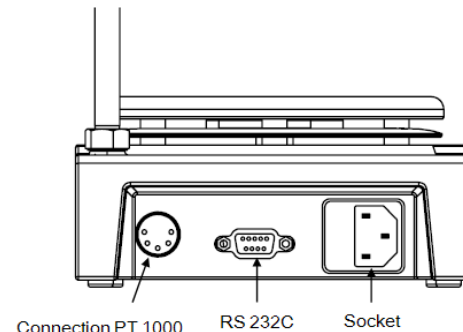

Abbildung 8
- Die Funktionen der Schnittstellenleitungen zwischen dem Laborgerät und dem Automatisierungssystem werden aus den spezifizierten Signalen der EIA-Norm RS232C, die DIN66020 Teil 1 entspricht, ausgewählt. Die Zuweisung der Buchse kann Abbildung 8 entnommen werden.